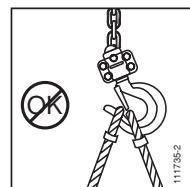

Fig. 2
1. Verificar que el polipasto tralift™ está correctamente suspendido de su gancho de suspensión (ítem 5, fig.1) y que la lengüeta de seguridad del gancho (ítem 6, fig.1) está bien cerrada (ver las fig. 2 y 3).
1. de que el accesorio de amarre de la carga descance en la base del gancho y no impida el cierre de la lengüeta de seguridad (ver las fig. 2 y 3).